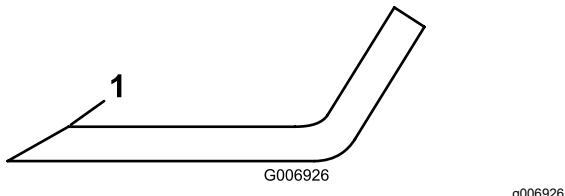

**Figura 73**
3. Examine cuidadosamente los extremos de corte de la cuchilla, sobre todo en el punto de reunión entre la parte plana y la parte curva de la cuchilla (Figura 73).